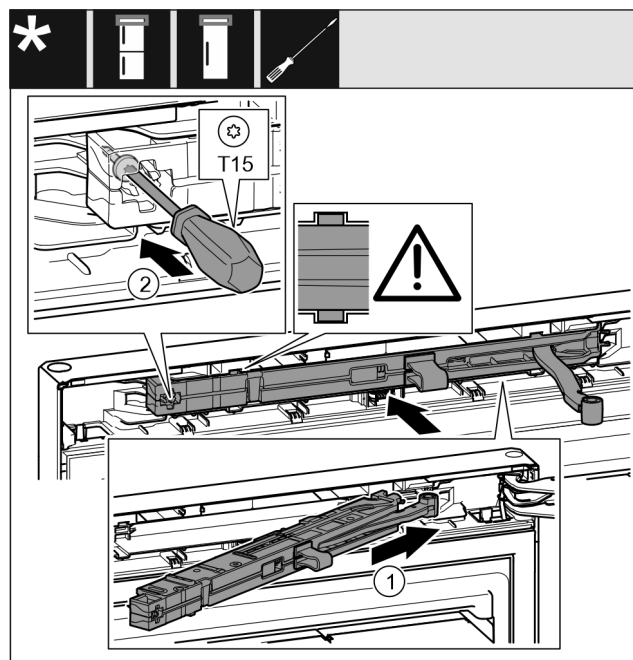

Fig. 23
- Vinkla in stängningsdämparenheten och skjut in den på lagerbockssidan vinklat i urtaget tills det tar stopp. Fig. 23 (1)
- Dra åt skruven med skruvmejsel T15. Fig. 23 (2)